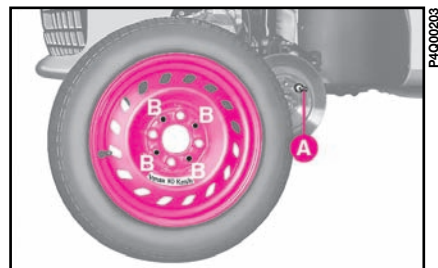

fig. 7
9) Monte la rueda de repuesto de manera que el espárrago **A**-fig. 7 coincida con uno de los orificios **B** presentes en la rueda.